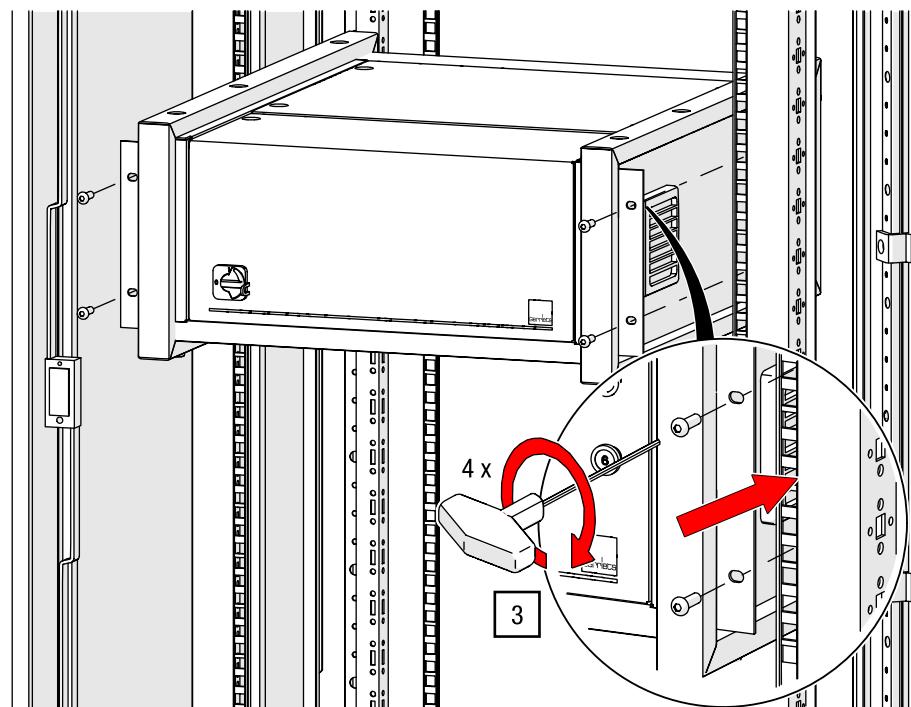

Abb. 35: G-FRAME im Rack verschrauben (Modell kann abweichen)
3. Positionieren Sie die Steuerung G-FRAME im 19-Zoll-Rack und verschrauben Sie diese mit geeignetem Montagematerial (siehe Abb. 35).